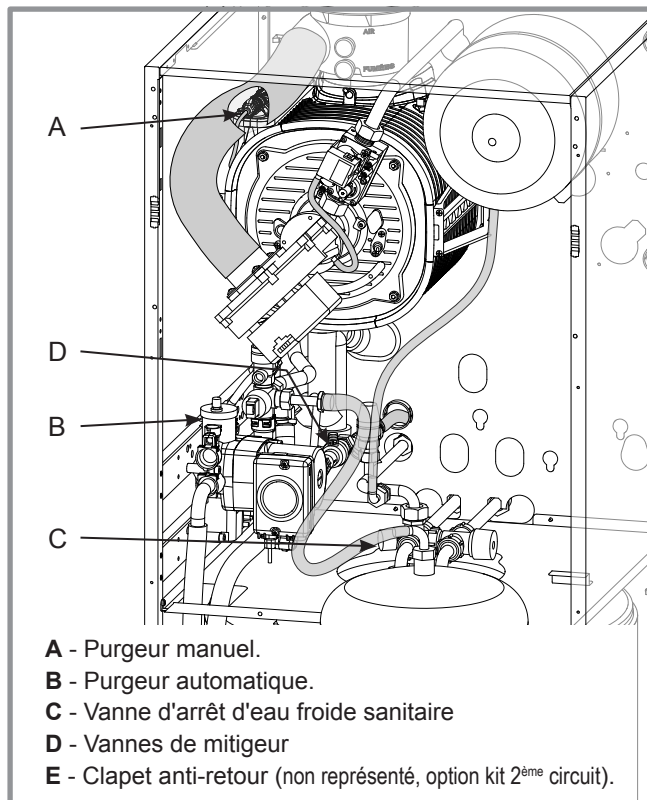

figure 38 - Purgeurs et clapet antiretour
- **9** - Fermer les vannes d'isolement départ et retour de la chaudière et ouvrir le purgeur automatique (rep.B, figure 38).
(Purgeur manuel, rep. A, *figure 38*).
(Purgeur automatique, rep. B, *figure 38*).